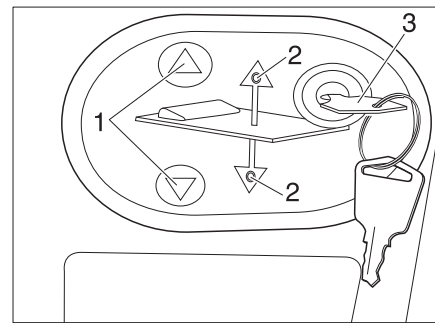

Fig. 155 Pannello di comando del letto basculante elettrico
- Inserire la chiave (Fig. 155,3) nel pannello di comando.
- Premere e tenere premuto il tasto  o  (Fig. 155,1). Il rispettivo LED (Fig. 155,2) si accende e il letto basculante si abbassa o si solleva.
- Al raggiungimento della posizione desiderata rilasciare il tasto  o  (Fig. 155,1). Il rispettivo LED (Fig. 155,2) si spegne.
- Estrarre la chiave (Fig. 155,3).